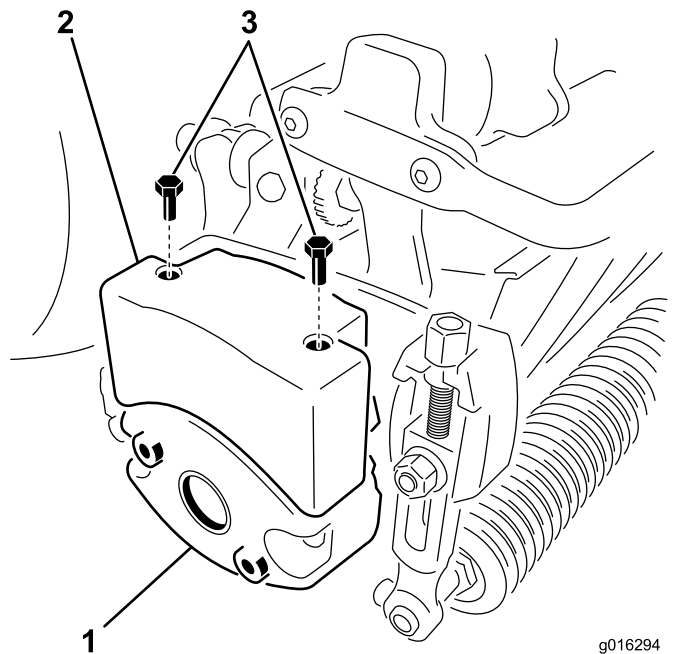

Figure 11
4. Retirez les 2 boulons de fixation de la masse à sur le côté gauche du plateau de coupe (**Figure 11**).
6. Montez la masse supérieure sur la masse du plateau de coupe avec 2 vis à tête hexagonale (Figure 11).